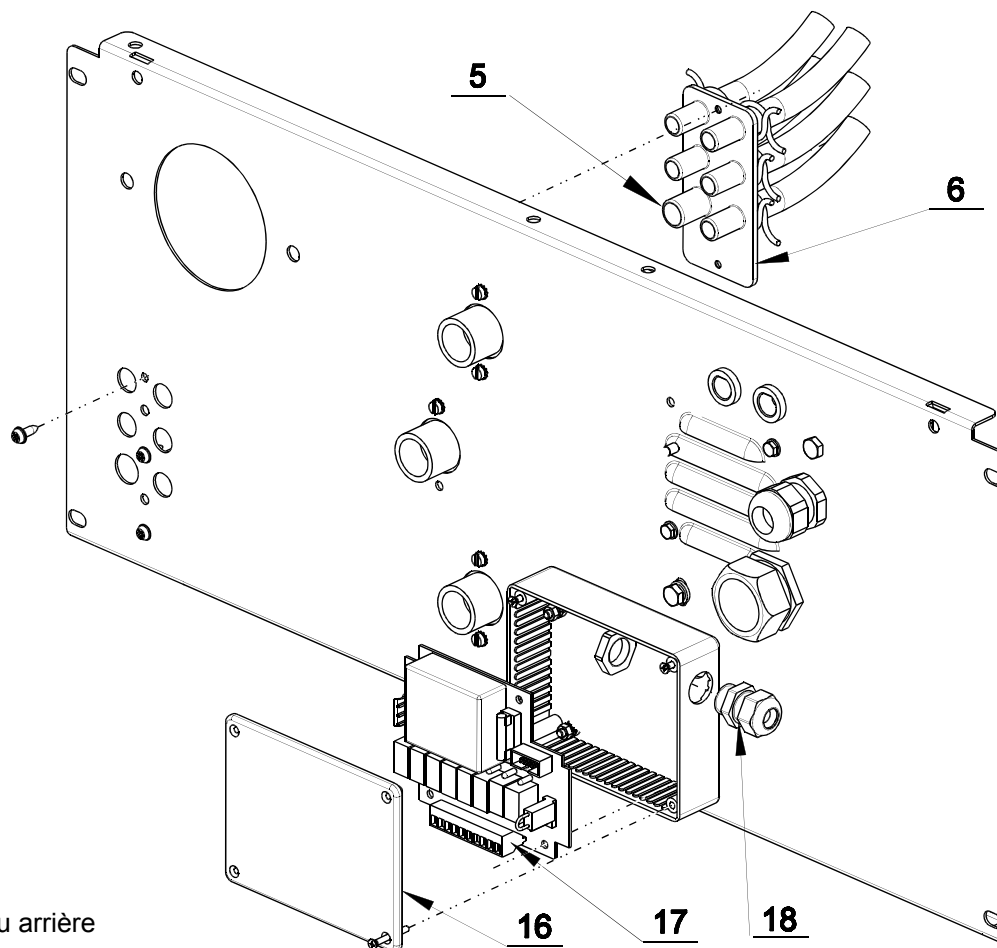

Fig. 4.9.D Panneau arrière
En ce qui concerne le raccordement électrique, vous trouverez à votre disposition un boîtier en plastique sur la partie arrière de la machine. Sur la partie arrière du cache (pos. 16), vous trouverez les explications (fig. 4.9.E) concernant le raccordement électrique.